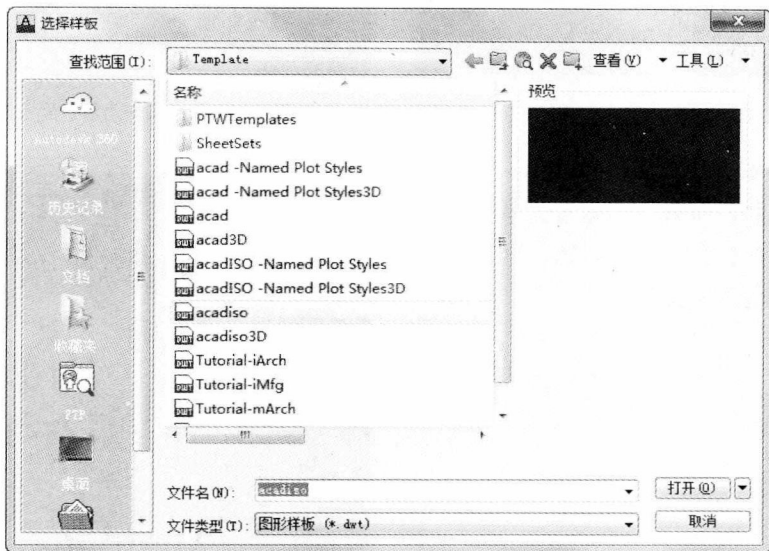

图1-8 “选择样板”对话框
(1) 当STARTUP系统变量为0时,选择菜单浏览器|“新建”命令,弹出如图1-8所示的对话框,可以根据需要选择不同的样板打开。